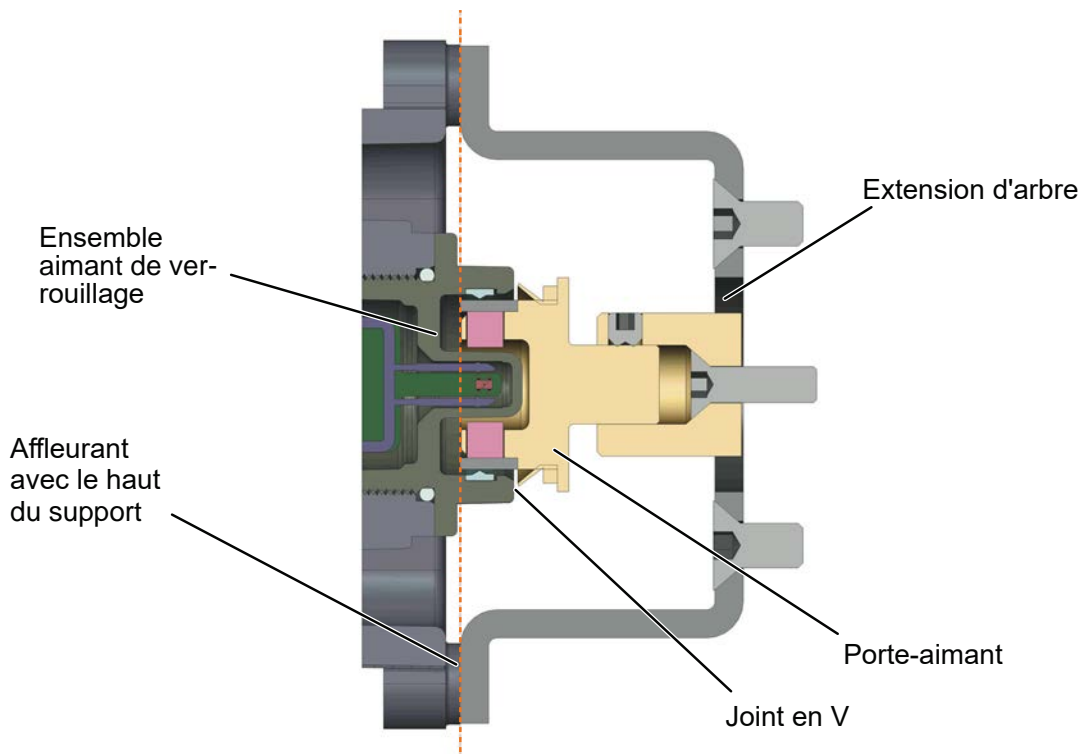

Figure 10 - Vanne de contrôle rotative Camflex II avec support de montage (vue de côté)
6. Mettez l'extrémité du porte-aimant au niveau de l'extrémité du support de montage (ligne en pointillés rouges sur la figure 10 à la page 29). Fixez le porte-aimant à l'aide de deux vis de pression M6 en utilisant une clé hexagonale 6 mm.